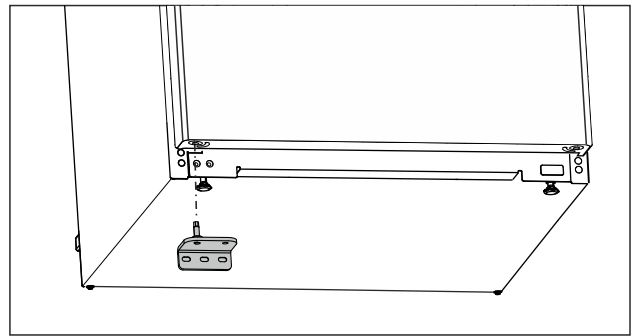

Fig. 25
- Vendosni bazamentin mbështetës të poshtëm në anën e kundërt. (shihni Fig. 25)